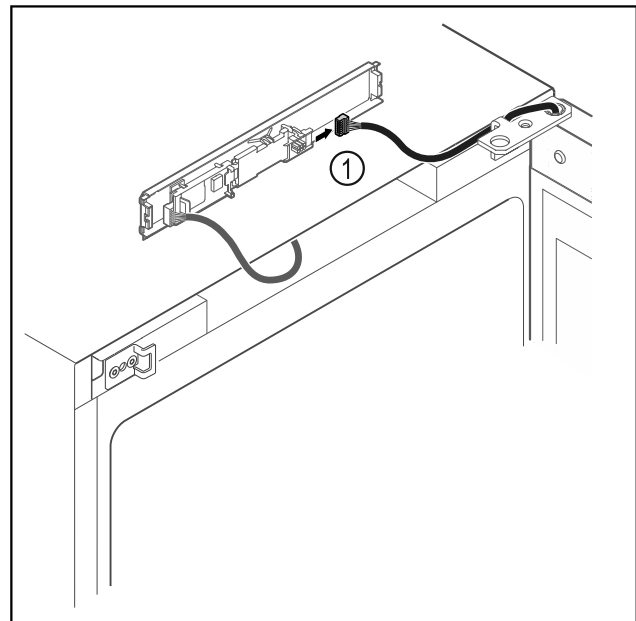

Fig. 18
- ▶ Lossa kontakten Fig. 18 (1) från kretskortet.